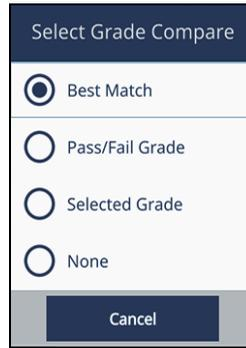

图 2-65 选择牌号比较对话框
2. 选择在**Select Grade Compare**（选择牌号比较）对话框中出现的一个选项（参见第79页的图 2-65）。